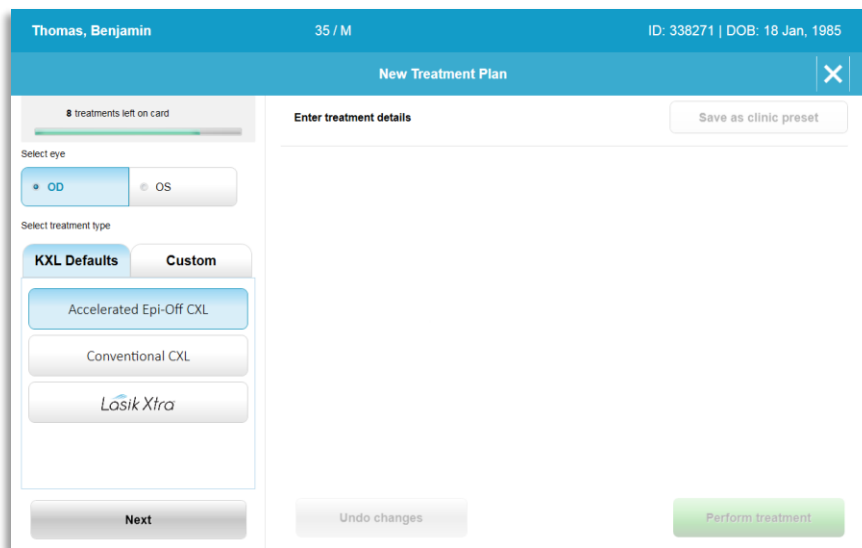

Abbildung 3-5. Auge wählen
- Wenn das Auge gewählt wurde, wird das Feld wie in Abbildung 3-5 blau umrandet.
- Das System ist mit 3 KXL-Standardbehandlungsplänen vorprogrammiert (siehe Abbildung 3-5):